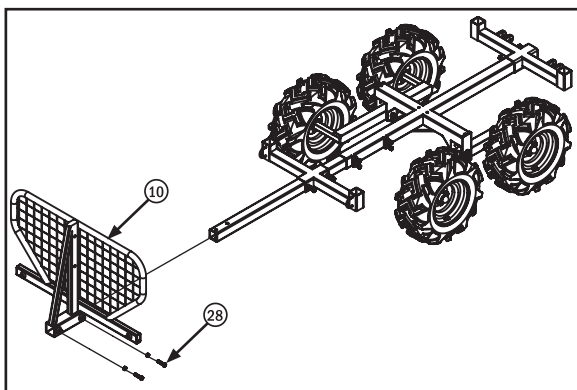

Fig. 12
Étape 12 : Installez le dispositif de protection de sécurité de l'opérateur. Placez le dispositif de protection de sécurité (10) sur le tube d'extension du châssis (17) de manière à ce que la face arrière se trouve à environ 20 cm (7 à 8 po) de l'extrémité du support de plateau avant (4), puis utilisez deux boulons M16x50 avec écrous (28) pour la fixer solidement en place (fig. 12) en reculant les contre-écrous, en serrant les boulons, puis en bloquant les boulons en place en serrant les contre-écrous.